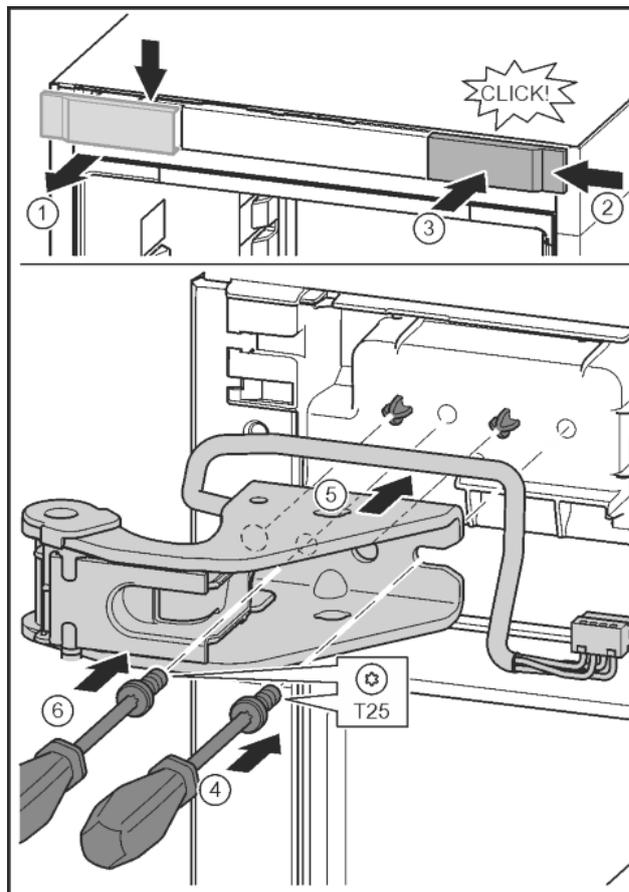

Fig. 31
- ▶ Staccare la copertura e rimuovere lateralmente. Fig. 31 (1)
- ▶ Agganciare la copertura ruotata di 180° sull'altro lato da destra. Fig. 31 (2)
- ▶ Inserire a scatto la copertura. Fig. 31 (3)
- ▶ Applicare la vite con il cacciavite T25. Fig. 31 (4)
- ▶ Applicare il blocco di supporto superiore. Fig. 31 (5)
- ▶ Serrare la vite. Fig. 31 (4)
- ▶ Applicare la vite con il cacciavite T25 e serrare. Fig. 31 (6)